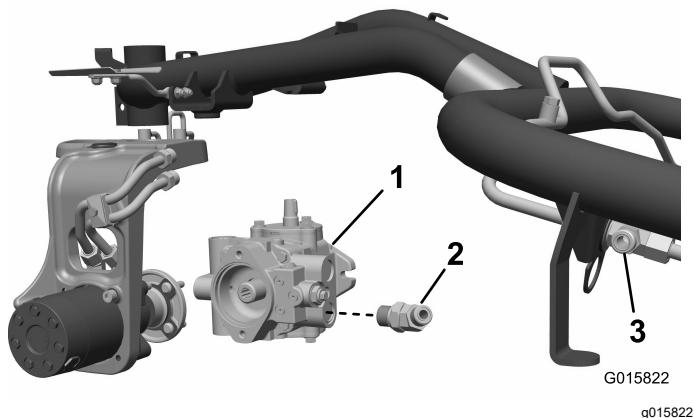

Figura 9
1. Scollegate il flessibile inferiore della pompa idraulica dalla pompa e dal raccordo a T passante superiore sui motori anteriori. Scartate questo flessibile (Figura 9).
Lasciate il raccordo allentato, orientato verso l'alto e rivolto verso l'esterno (Figura 9).